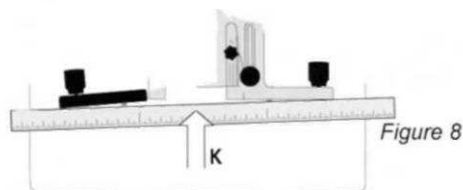
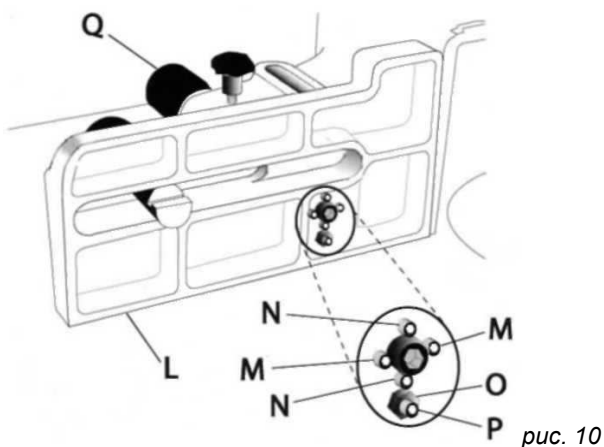

рис. 8
рис. 10
7. Прижимайте поверочную линейку (К, рис. 8). Убедитесь, что обе половины упора выровнены, как показано в иллюстрации 9. Это достигается, поочередным изменением выхода двух *регулирующих винтов* (М., рис. 10) из передней части упора (L, рис. 10) 3-миллиметровым шестигранным ключом, периодически, придвигая левую часть упора, вращая ручку (Q, рис. 10) как требуется.
Важно: рекомендуется, чтобы регулирование винтов (М., рис. 10) за один оборот вращения не превышали 1/16 дюйма
8. Поместите поверочный угольник на стол, придвинув к упору (L, рис. 10).
9. Если регулирование требуется, крутить *винты* N (рис. 10).
5. Используя 10-миллиметровый гаечный ключ, ослабьте *контргайку* (O, рис. 10), который обеспечивает *нулевое положение винта установки* (P, Рис., 10) *искривления* (L, рис. 10).
6. Поверните в одну или в другую сторону *винт* (P, рис. 10), как требуется, чтобы выровнять направляющие, как показано в чертеже M.
7. Закрутите *контргайку* (O, рис. 10).